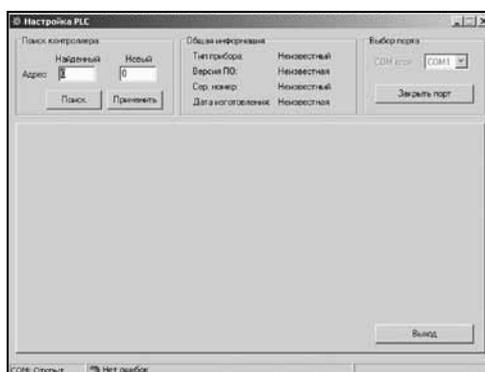

Рисунок 4. Первоначальный экран программы plc\_cfg
7.2 После запуска этой программы появляется первоначальный экран рисунок 4.